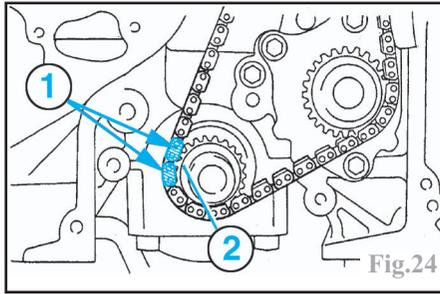

Fig.24
Reposer la roue dentée de vilebrequin, puis la chaîne avec les maillons de repérages dorés (1) alignés en face du repère (2) sur la roue dentée de vilebrequin (Fig.24).